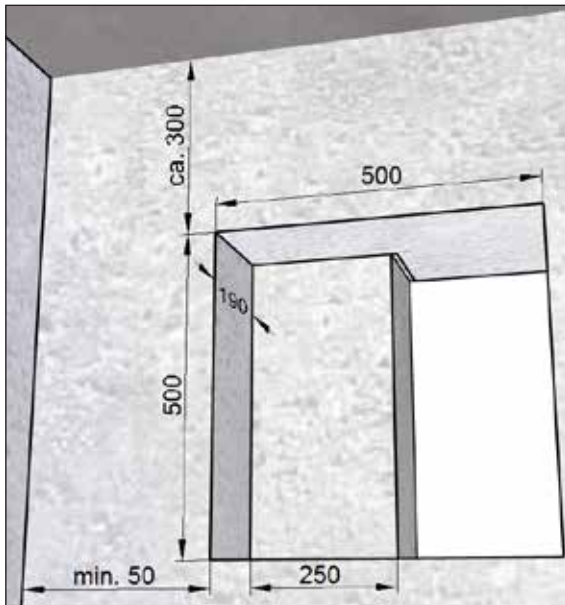

Abb. 10: Mauerdurchbruch für Montageset **ohne** Füllstück, Maße in Millimeter
- Mauerdurchbruch mit Nische (siehe Abb. 10 auf Seite 18) für Montageset **ohne** Füllstück M-WRG-M/Fü